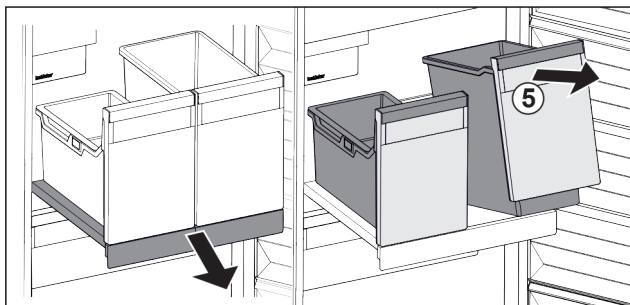

Fig. 139
- ▶ Behälter Fig. 139 (5) vorne anheben.